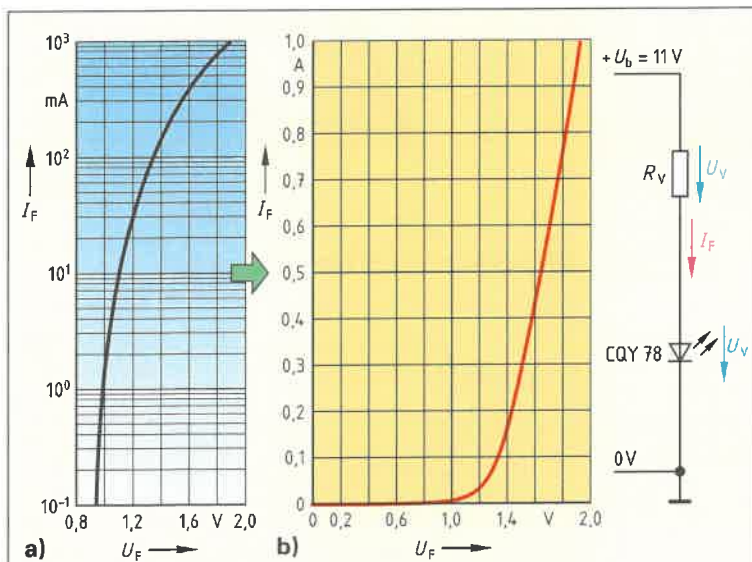

Bild 2: Kennlinien  $I_F = f(U_F)$  für Leuchtdiode CQY78
4. Zeichnen Sie nach der Kennlinie  $I_F = f(U_F)$  (**Bild 2 a**) die entsprechende Kennlinie im linearen Maßstab (**Bild 2 b**). Berechnen Sie die Größe des Vorwiderstands  $R_V$  für einen Betrieb an  $U_b = 11$  V und einen Durchlassstrom  $I_F = 80$  mA. Für welche Leistung muss der Vorwiderstand dimensioniert sein?